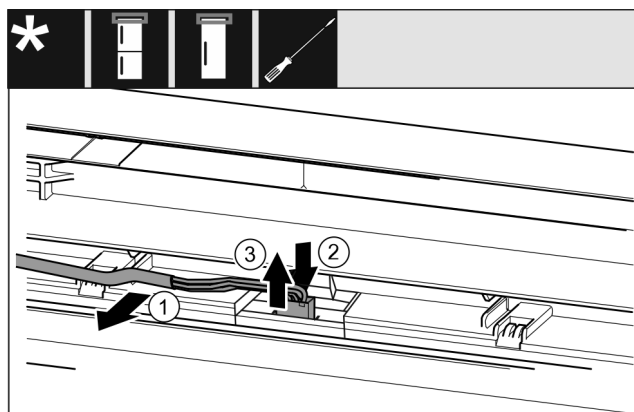

Fig. 24 Kombinace chladničky s mrazničkou / mrazničky / chladničky*
- Kabel Fig. 24 (1) opatrně uvolněte z vedení ve dveřích.*
- Zatlačte lamelu Fig. 24 (2) za zástrčku směrem dozadu.*
- Zástrčku Fig. 24 (3) opatrně vytáhněte směrem nahoru.*